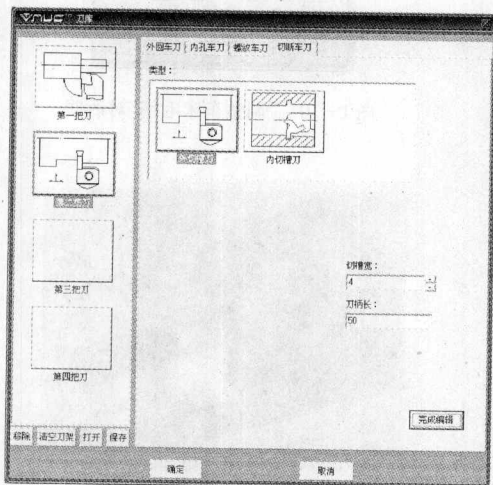

图1-14 外切槽刀的设置
(3) 在左边栏选中“第二把刀”,设置为“切断车刀”,在“类型”栏选择“外切槽刀”,“切槽宽”设置为“4”,其余设置按默认值。单击“完成编辑”,结束第二把刀的设置,如图1-14所示。